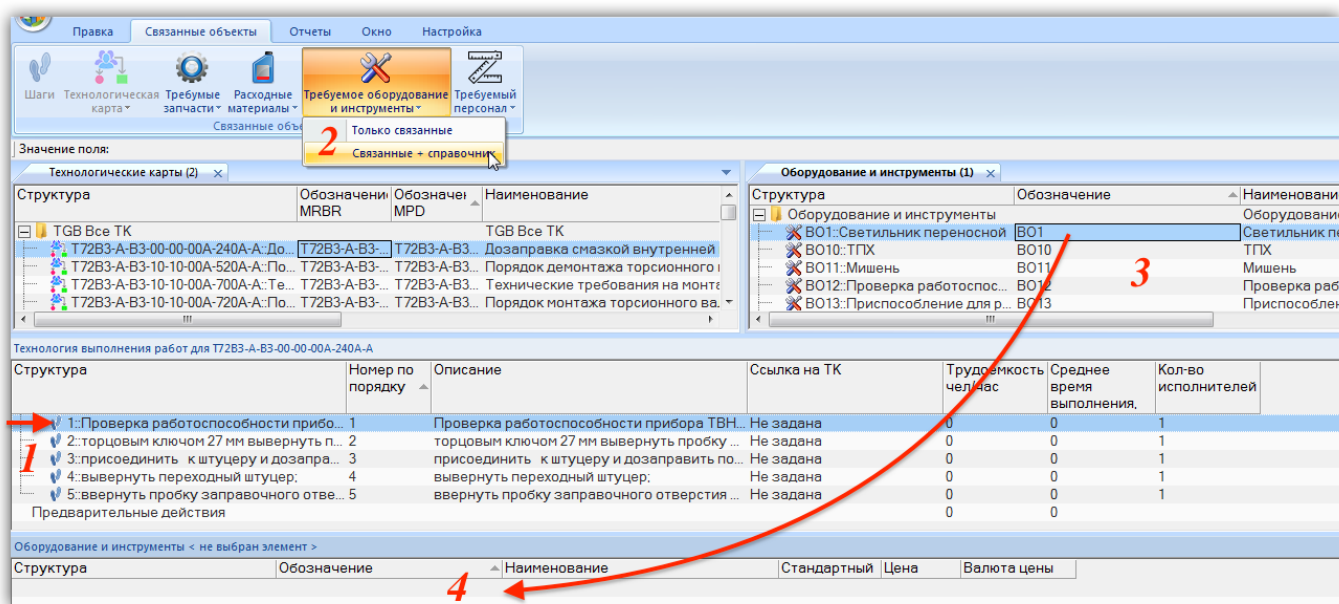

Рис. 17-76 – Оборудование и инструменты для шага технологии
- 1) Выделить шаг технологии в связанном окне «Технология выполнения работ» для техкарты (1 на рис. 17-76).